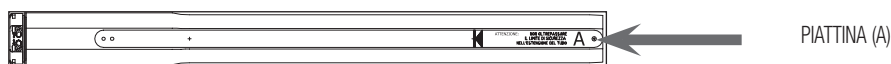

Fig. 7
- 3) LE PIATTINE (Fig. 7 rif. A) ,MONTATE SOPRA IL MANICOTTO MOTORE E CALOTTA (Fig. 1 rif. 1 - 2), DURANTE L'ASSEMBLAGGIO DELL'ELETTRORULLO DEVONO SCORRERE ALL'ESTERNO DEL RULLO FISSO.